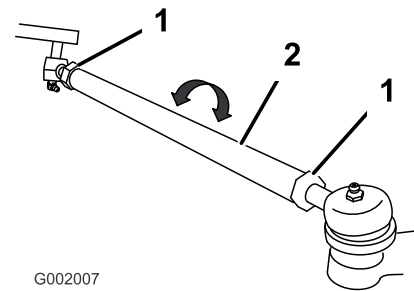

Figure 52
- Si les mesures sont hors spécifications, desserrez les écrous de blocage aux deux extrémités des biellettes (Figure 52).